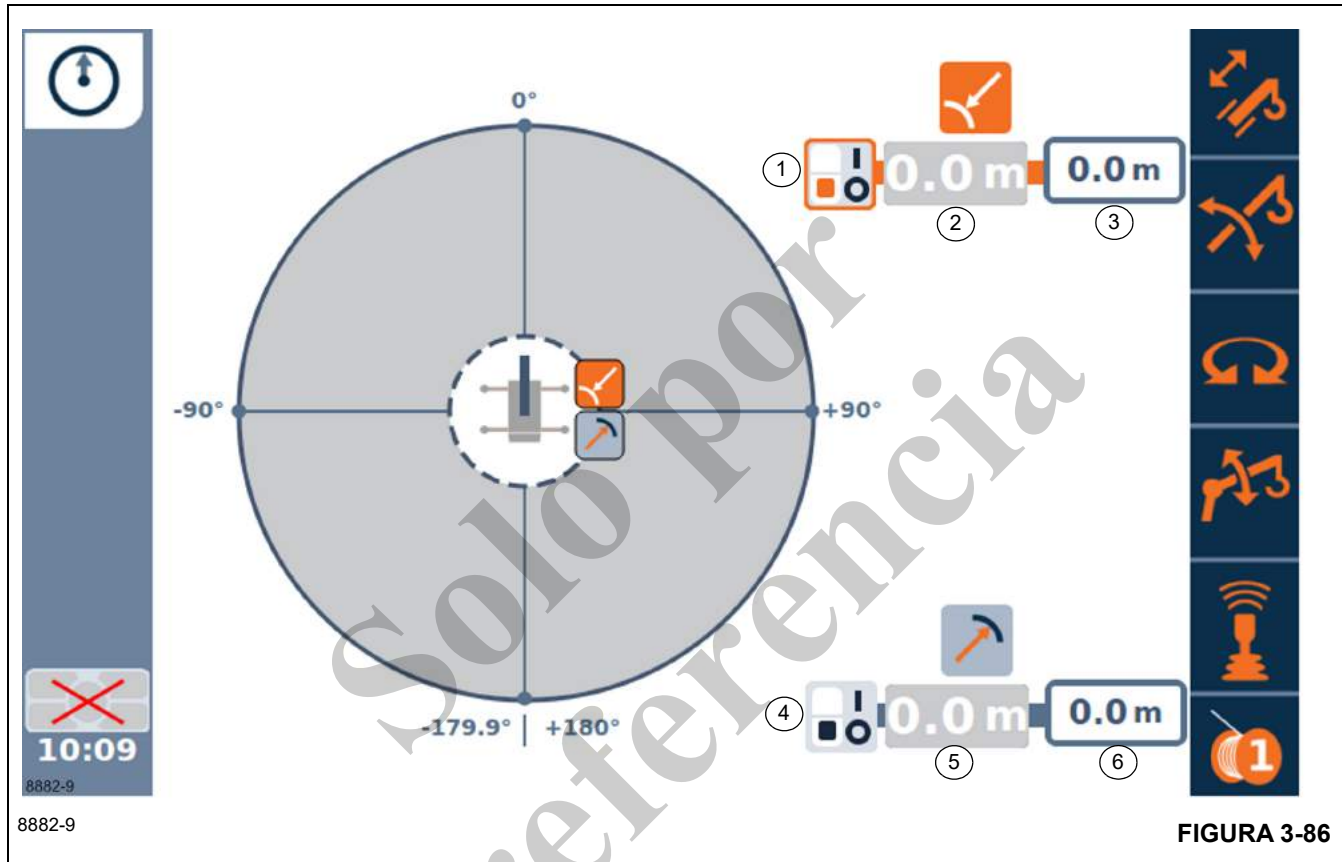

FIGURA 3-86
El menú de radio de trabajo (Figura 3-86) permite al operador establecer los límites de radio mínimo y máximo para la pluma.
2. Seleccione el símbolo ON/OFF (activar/desactivar) para activar la función de radio de trabajo (Figura 3-86) en la pantalla de menú principal.
5. Use la función de flecha derecha una vez para resaltar el radio interior actual (2). Use un botón aceptar para aceptar la posición actual de la grúa como el valor de limitación. Ahora el valor de limitación debe mostrarse actualizado en la vista. Tenga en cuenta que la pluma está ahora en la limitación, de modo que las alarmas sonarán. Ahora puede alejar la pluma del radio actual para suspender la alarma.
2. Seleccione la vista de limitación de radio (Figura 3-86) en la pantalla de menú principal.
5. Use la función de flecha derecha una vez para resaltar el radio exterior actual (5). Use un botón aceptar para aceptar la posición actual de la grúa como el valor de limitación. Ahora el valor de limitación debe mostrarse actualizado en la vista. **Tenga en cuenta** que la pluma está ahora en la limitación, de modo que las alarmas sonarán. Ahora puede alejar la pluma del radio actual para suspender la alarma.
1. Seleccione la vista del menú de radio de trabajo (Figura 3-86) en la pantalla de menú principal.
2. Use la función de flecha derecha para resaltar el símbolo de interruptor (1).
4. Use la función de flecha derecha para resaltar el valor de radio exterior máximo de trabajo (3). Use un botón aceptar para empezar a ingresar el valor. Use la flecha arriba, la flecha abajo o el cuadrante selector para cambiar el valor (en décimos) al valor de altura de pluma que se desea. Use un botón aceptar para finalizar la introducción del valor. **Tenga en cuenta** que la pluma puede estar ahora en la limitación (dependiendo del valor introducido), por lo tanto, las alarmas pueden estar activas. Ahora puede alejar la pluma de la altura actual para apagar la alarma, si es necesario.
1. Seleccione la vista de limitación de radio (Figura 3-86) en la pantalla de menú principal.